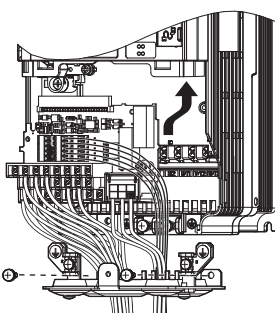

图 82 更换变频器（安装端子排）
1. 完成主回路的接线后，请按照图 82 将拆装式端子排切实插入插口，并用固定螺丝固定。